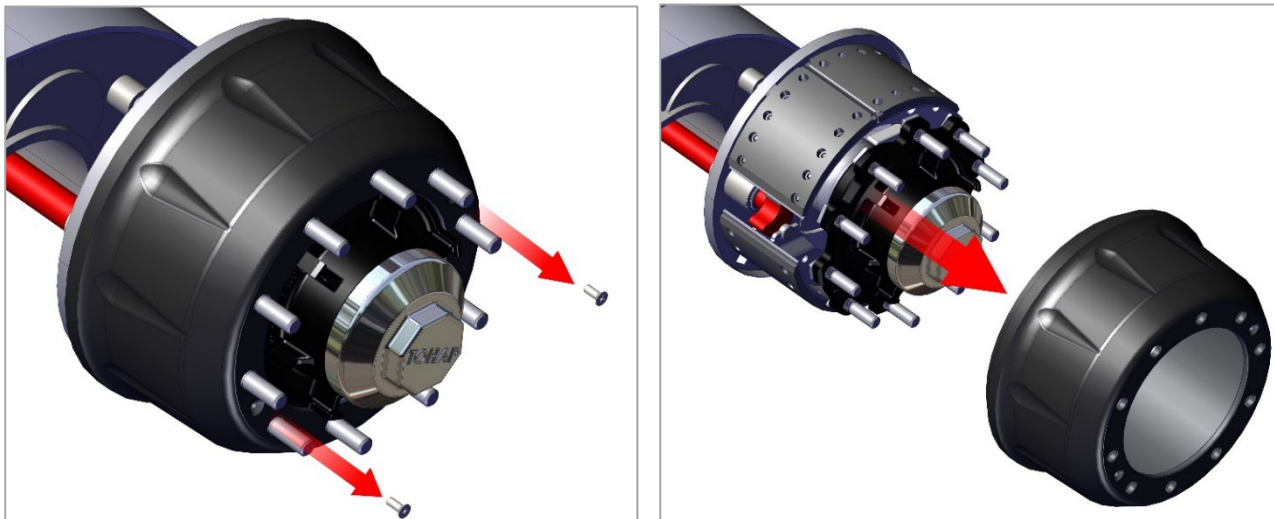
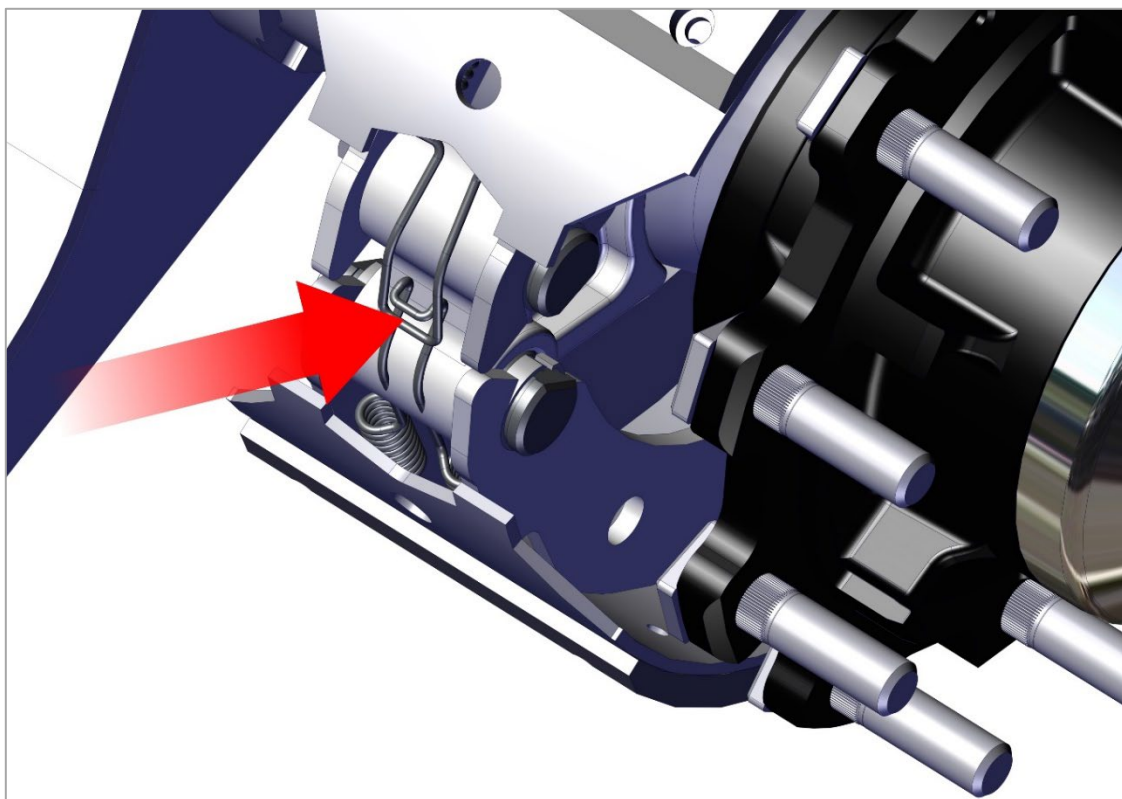

Рис. 17. и рис. 18. Снятие барабана
Рис. 18. Зажим пружины
Если необходимо снять только барабан (для замены или при обслуживании тормозного механизма), необходимо вывернуть два винта расположенных на внешней поверхности барабана и затем снять его (рис. 17 и рис. 18).
3) Используя отвёртку, освободите зажим пружины из тормозной колодки. Снимите зажим пружины (рис. 18);